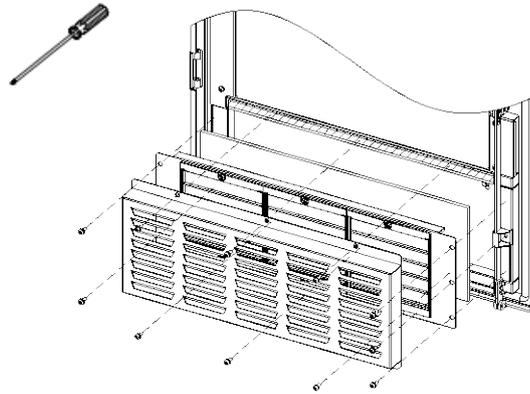

図 4-4 吸込みフィルタの交換
- 1) 前面ドアにルーバー部分などを固定している 11 本のネジを外し、古いフィルタを新しいフィルタに取り換える(図 4-4)。